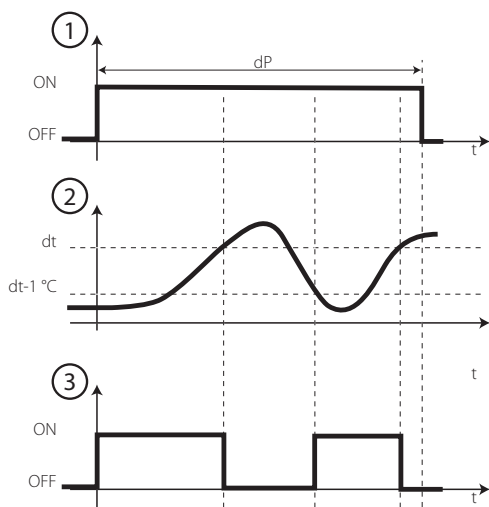

Fig. 4.g
- Em tempo termostatado (só por resistência); num tempo programável. Permite activar a saída do defrost só quando a temperatura estiver abaixo do limite de fim de descongelamento, garantindo uma poupança energética e um descongelamento do epevaporador mesmo nas situações mais difíceis (ver Fig. 4.g).